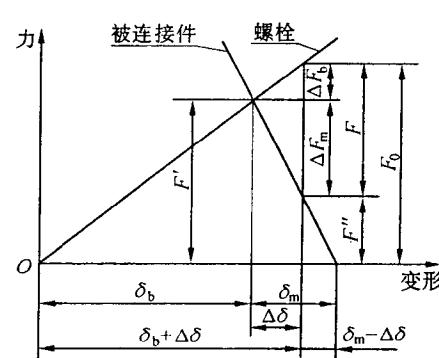

图 2.2 螺栓连接受力-变形图
关键是转变解题思维方式,要由解静定问题转到解静不定问题上来。要从分析螺栓及被连接件的受力-变形关系入手,充分理解变形协调条件,深入掌握螺栓与被连接件的受力-变形关系图(图 2.2),从而得出以下几个重要结论:
(1) 将载荷 F_{Σ} 向螺栓组连接的接合面形心点 O 简化,得一横向载荷 $F_{\Sigma} = 12000 \text{ N}$ 和一旋转力矩 $T = F_{\Sigma} \cdot l = 12000 \times 0.4 = 4800 \text{ N} \cdot \text{m}$,如例图 2.2 所示。
例图 2.2